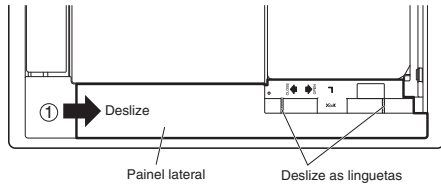

Fig. 7-2
- (1) Deslize os painéis laterais na direcção da seta ① para retirá-los (2 pontos, esquerda e direita). (Fig. 7-2)